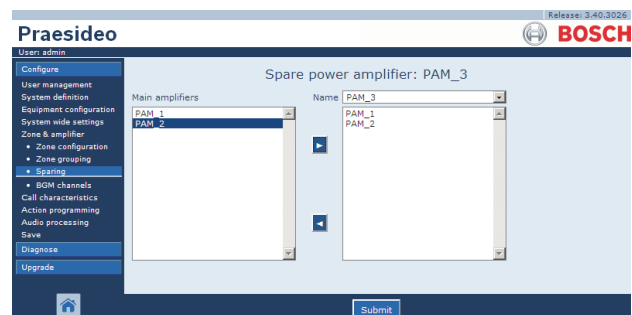

abbildung 46.13: Reservegeräte, Schritt 3
- 3 Wählen Sie im linken Feld den Hauptverstärker, der dem Reserveverstärker zugewiesen werden soll (siehe abbildung 46.13).